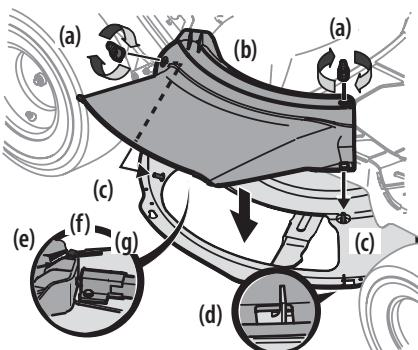

Figure 11
1. Retirez les écrous papillon (a) du plateau de coupe. Gardez-les pour utilisation ultérieure. Voir Figure 11.
2. Installez le déflecteur d'éjection (b) sur l'ouverture du plateau de coupe. Introduisez les goujons (c) sur la surface du plateau de coupe dans les trous sur la partie supérieure du déflecteur d'éjection (b). Introduisez la petite encoche (d) sur le rebord du plateau de coupe dans le trou carré sur la partie inférieure du déflecteur d'éjection (b). Voir Figure 11.
3. Fixez le déflecteur d'éjection (b) en serrant les écrous papillon (a) retirés à l'étape 1. Voir Figure 11.